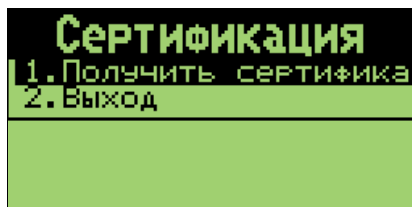
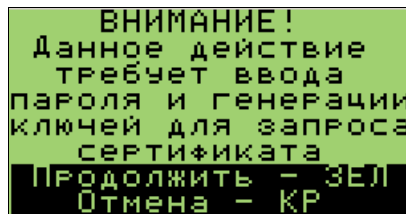

Рис. 6. Вид меню «Сертификация» (сертификат отсутствует)
Рис. 7. Окно подтверждения выполнения операции получения сертификата
Если сертификат отсутствует, в меню будет доступен только один пункт «Получить сертификат» (см. Рис. 6).
1. В меню настройки выберите пункт **«Получить сертификат»** (см. Рис. 6). Откроется окно подтверждения выполнения операции (см. Рис. 7).
Операции замены и удаления сертификата (пункты пункт «**Заменить сертификат**» и «**Удалить сертификат**», соответственно (см. Рис. 6)) выполняются аналогично операции получения сертификата, с запросом пароля. Операция обновления сертификата (пункт «**Обновить сертификат**») выполняется без запроса пароля.